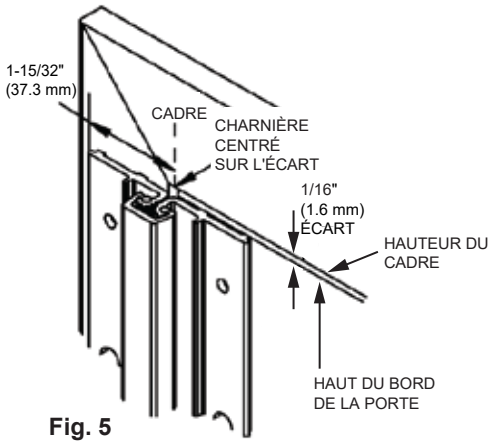

Fig. 5
- d. Une fois la porte mise au niveau et fixée à l'intérieur du cadre, positionnez la charnière sur le cadre. Assurez-vous que le bord supérieur de la charnière se trouve au moins à 1/8 po (3 mm) sous le linteau du cadre ou au même niveau (voir figure 5) que le bord supérieur de la porte ou à 1/32 po (0,8 mm) sous le bord supérieur de la porte. Le bord de la charnière doit être parfaitement vertical (d'aplomb) et à la distance voulue de l'axe de la charnière ou de l'axe de l'espace.